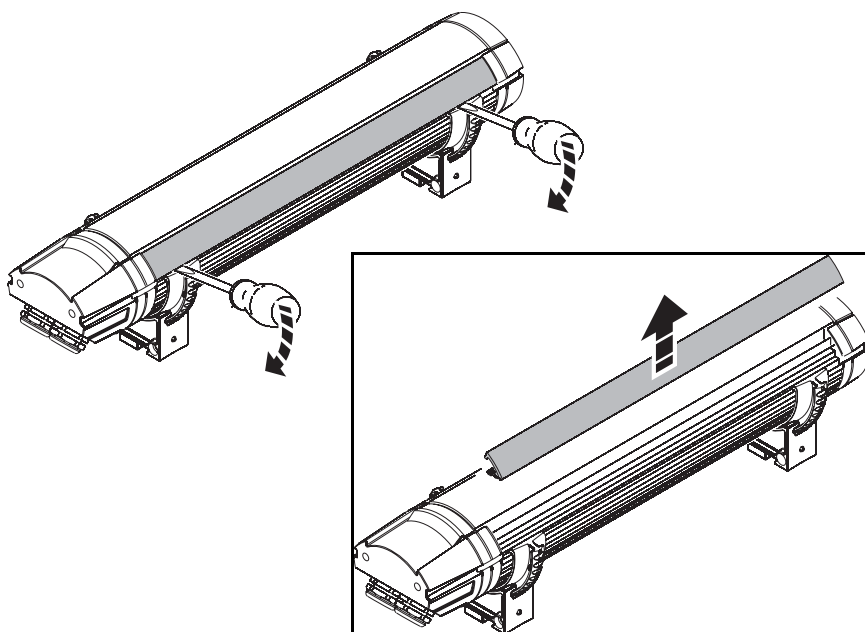

Figura 13: Apertura del cristal frontal
2. Observar la Figura 13 de la página 36. Mirar detenidamente bajo las tiras de metal situadas a cada lado del cristal frontal. La tira situada a uno de los lados del cristal es parte integral del chasis y no existe espacio entre la tira y el chasis. En el otro lado, existe un pequeño grosor entre el extremo exterior de la tira y un pequeño espacio en el lugar donde la tira se une al chasis. Esta tira es el clip de retención del cristal frontal y se puede levantar para extraer el cristal.